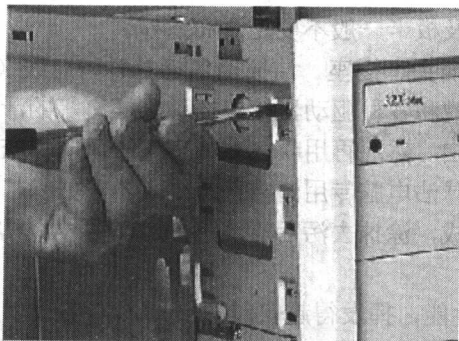

图 1-6 拆下驱动器
(6) 拆下驱动器 硬盘、软驱、光驱都固定在机箱面板内的驱动器支架上，拆卸驱动器时请先拧下驱动器支架两侧固定驱动器的螺钉（有些固定螺钉在面板上），即可向前抽出驱动器。拧下硬盘最后一颗螺钉时请用手握往硬盘，小心硬盘落下，硬盘轻轻摔一下就会损坏。有些机箱中的驱动器不用螺钉固定而采用弹簧片卡紧，这种情况只要松开弹簧片，即可从滑轨中抽出驱动器。如图1-6所示。